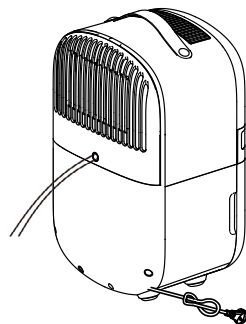

рис. 6
4. Витягніть зливну трубку (12) через отвір у кришці і вставте її в зливний отвір під кришкою (рис. 6).